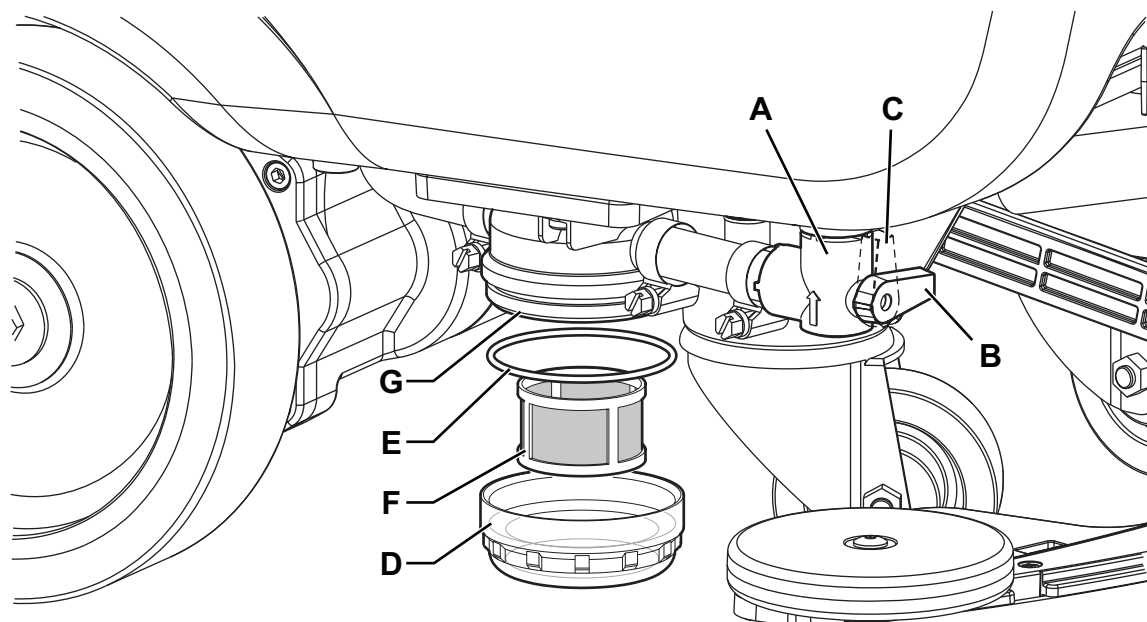

Рис. 14
2. Убедитесь, что машина отключена и ключ пользователя (51) извлечен.
3. Закройте клапан моющего раствора (А, Рис. 14). Клапан закрыт, когда находится в положении (В), и открыт, когда находится в положении (С).
4. Снимите прозрачную крышку (D) и уплотнитель (E), затем снимите сетчатый фильтр (F). Промойте их, а затем осторожно переустановите на опору фильтра (G).